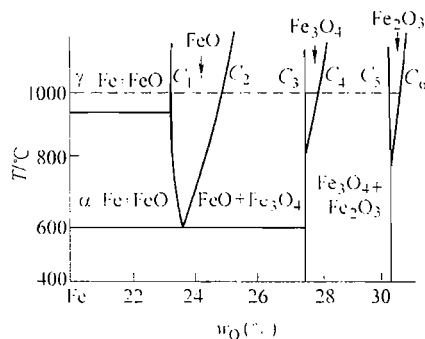

图 25-1 第二题第 5 小题图
2. 拉伸单晶铜，拉力轴方向为 $[001]$ ， $\sigma = 10^6\text{Pa}$ 。求在 (111) 面上一个 $b = \frac{a}{2} [10\bar{1}]$ 的螺位错线所受的力（已知铜的点阵常数 $a = 0.36\text{nm}$ ）。
4. 在面心立方晶胞中, 分别画出 (101) 、 $[10\bar{1}]$ 和 $(\bar{1}\bar{1}\bar{1})$ 、 $[1\bar{1}0]$, 并指出哪些是滑移面、滑移方向; 就图中情况能否构成滑移系?
5. 利用 Fe-O 相图 (见图 25-1), 分析纯铁在 1000℃ 氧化时, 氧化层内的组织与氧浓度分布规律, 画出示意图。